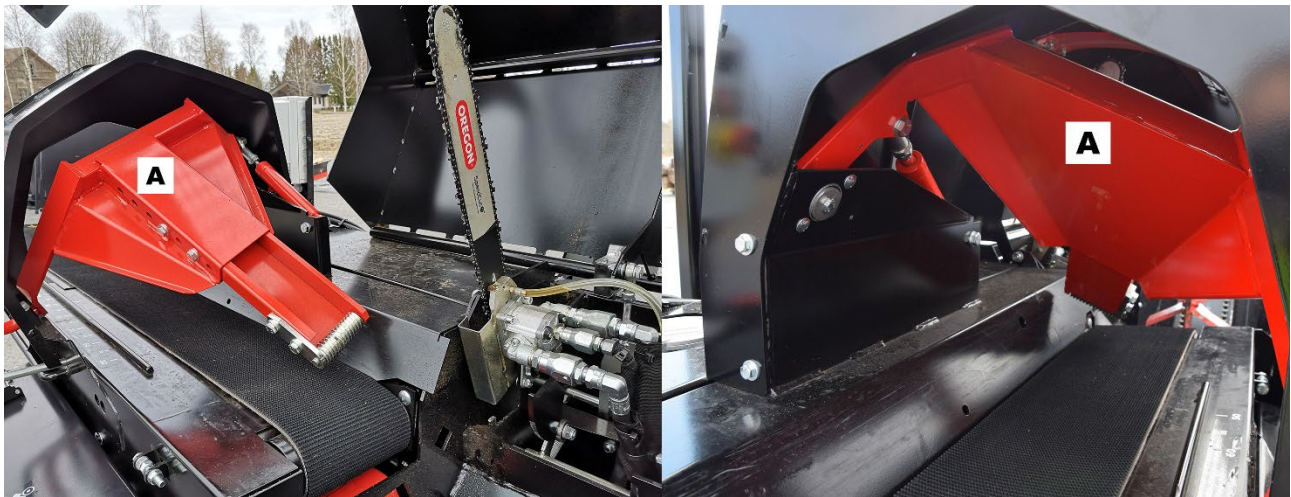

Abbildung 21
- ❑ Der Spaltkeil kann auch hydraulisch mit dem Hebel A verstellt werden, Abb. 21.